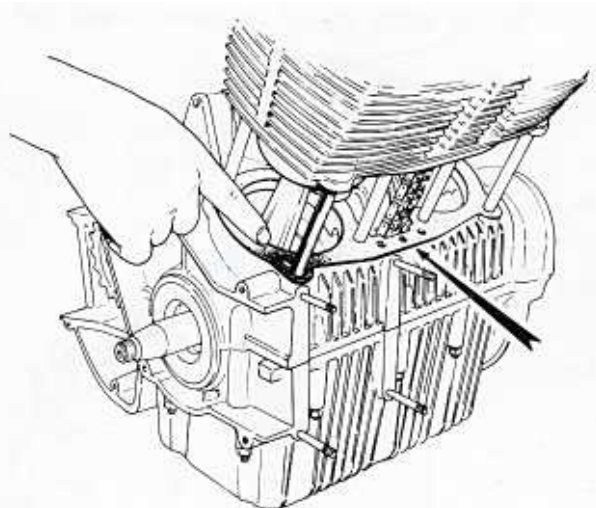
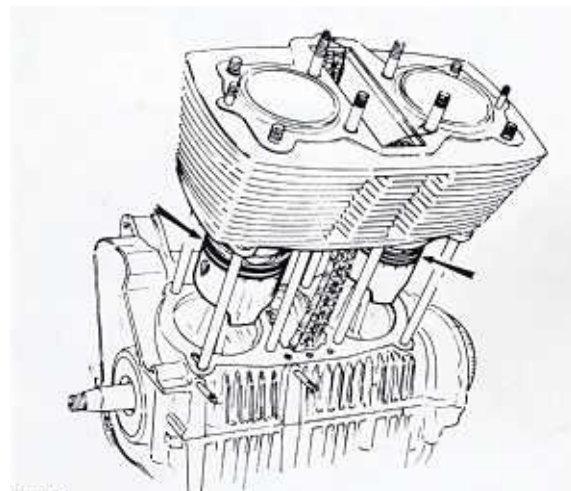

Bild 105
Bild 112
- Der Einbau des Zylinderblocks erfolgt an beiden Motoren in umgekehrter Ausbaureihenfolge. Zum Einführen der Kolben müssen unbedingt Kolbenringspannbänder benützt werden. Die Zylinderfussdichtung kann nur auf eine Art aufgelegt werden (Bild 105,106). Vor dem Auflegen müssen beide Seiten der Dichtung leicht eingefettet werden. An den neueren Dreizylindern den O-Ring in der Kurbelgehäusedichtfläche nicht vergessen. Die Dichtung von Motoren mit Ölkühler ist etwas verschieden von jener der übrigen Motoren. Dichtmasse sollte nicht nötig sein. Der Einbau wird erleichtert, wenn man jeden Kolben auf zwei Holzleisten abstützt, die den Kolben in aufrechter Stellung halten; dann stellt man den Zylinderblock auf eine dickere Holzunterlage auf dem Kurbelgehäuse ab, so dass die Enden der Steuerkette durch den Kettenschacht eingeführt werden können (Bild 112). Vor dem Einführen der Kolben sind die Zylinderflächen reichlich mit Motoröl zu schmieren, damit die Kolbenringe möglichst leicht gleiten. Die Stellung der Kolbenringe ist zu prüfen (Kapitel 2.5). Die Kurbelwelle drehen und prüfen, ob sich die Kolben leicht bewegen.